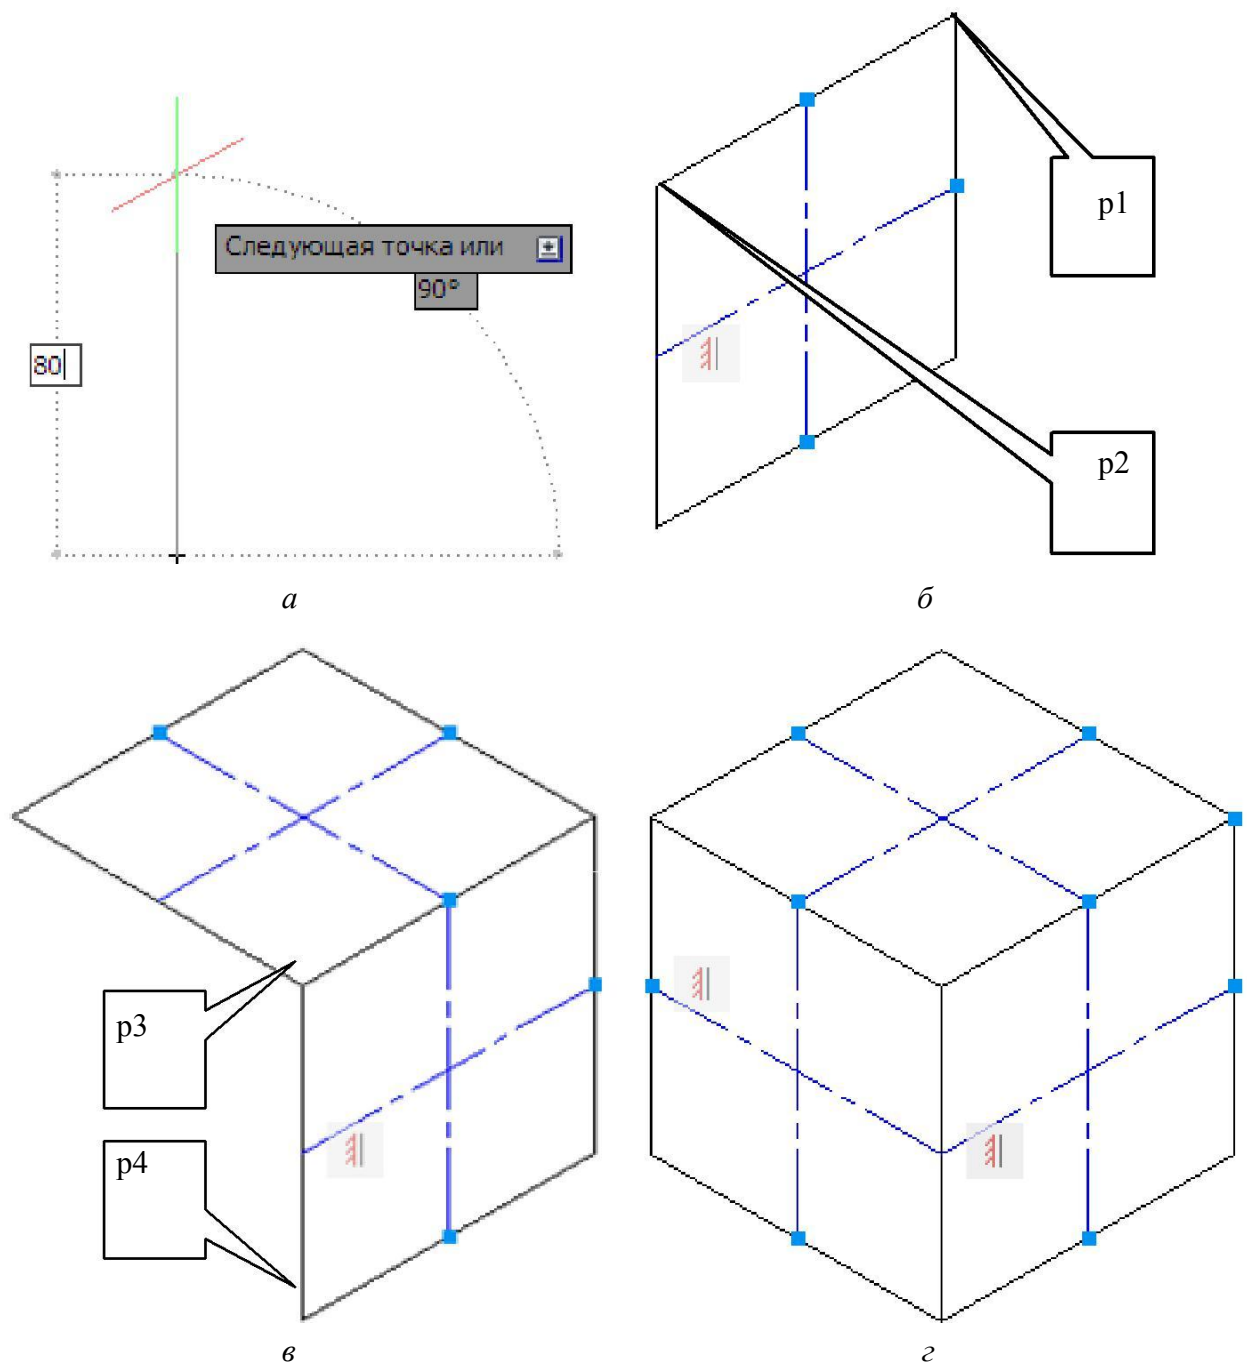

Рис. 1.27. Последовательность построения куба с использованием команды **Зеркальное отражение (Mirror)**
10. Выполнить изображение правой грани куба, ребро которого составляет 80 мм в изометрической проекции (см. рис. 1.27, а). Установить изометрический тип привязки: **Сервис (Tools) → Режимы рисования (Drawing settings) → Шаг и сетка (Snap and Grid) → Тип привязки (Snap type) → Изометрическая (Isometric snap)**. Установить режим **Орто (Ortho Mode)**.
12. Выполнить изображение куба с использованием команды **Зеркальное отражение (Mirror)**  (см. п. 2.4.3). Точки, определяющие положение оси первого отражения, обозначены точками p1, p2 (рис. 1.27, *a*, *б*), и соответственно второго – p3 и p4 (см. рис. 1.27, *б*, *в*). Результат изображения куба показан на рис. 1.27, *г*.